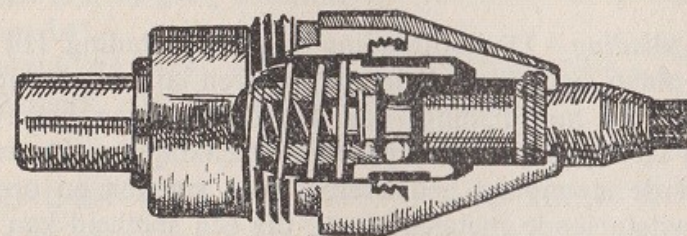

Fig. 12
(3) Breng een afvuurpatroon van .303-inch, nr 2 in de kamer en sluit de grendel.
(4) Stel de veiligheidspal op „veilig”.
(5) Klap het vizier op de schiettap omhoog.
(6) Neem een geweergranaat atb nr 4 en verwijder de rubberdop.
(7) Schuif de granaat zover mogelijk naar achteren over de schiettap.
(8) Stel de veiligheidspal op „vuren”.
(9) Richt en druk af.
a. Schokbuis (fig. 12) – Deze wordt door traagheidswerking scherpgesteld bij het afgaan van het schot. Bij het treffen van het doel blijft het slaghoedje, eveneens door de traagheidswerking, naar voren gaan. Het slaat dan tegen de slagpin, waardoor het detoneert.